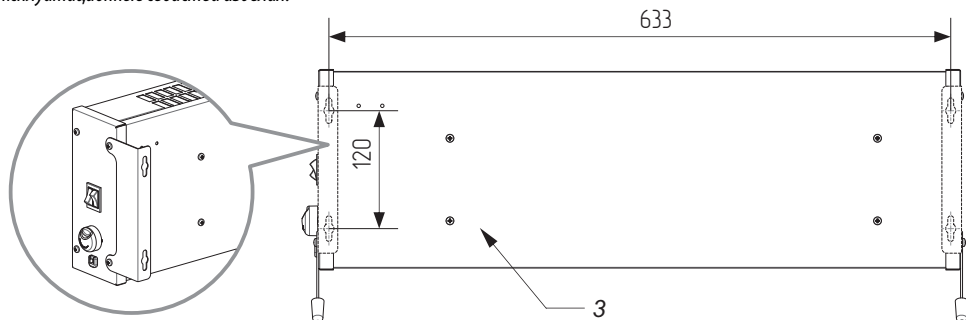

Рисунок 2. Размеры для разметки отверстий для настенного монтажа конвектора СБ-1500.2, СБ-2000.2
1. Передняя панель корпуса, 2. Прорези для выхода нагретого воздуха, 3. Задняя панель корпуса (см. рис.2), 4. Опора, 5\*\*. Настенный кронштейн, 6. Роковый переключатель, 7. Ручка термостата, 8. Вывод шнура питания (шнур с вилкой условно не показаны).
6.3. Для монтажа конвектора на стене (для моделей СБ-1500.2, СБ-2000.2) следует установить кронштейны на корпус конвектора (см. Рис. 2).
6.4 На стене помощью уровня и рулетки (линейки) следует разметить на стене отверстия. Межцентровое расстояние посадочных отверстий указано на чертеже (см. Рис. 2).